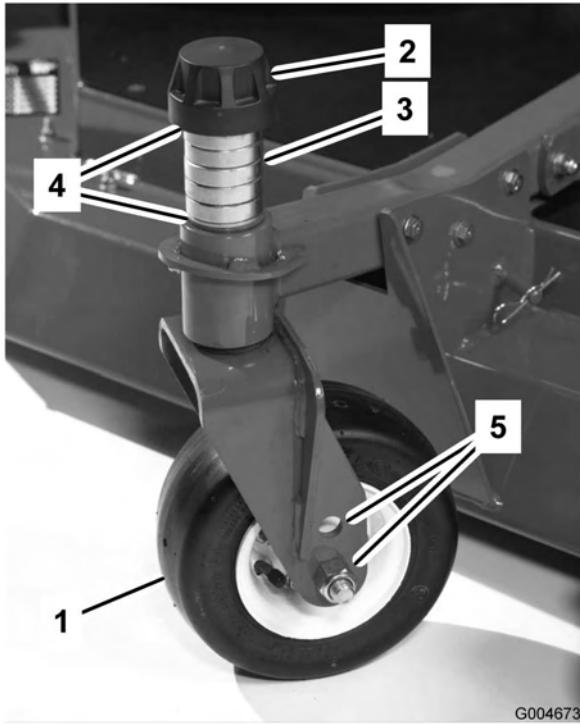

Bild 14
3. Entfernen Sie die Spinnakappe von der Spindelwelle (Bild 14) und ziehen die Spindel aus dem Laufradarm heraus. Ziehen Sie zwei Beilagscheiben